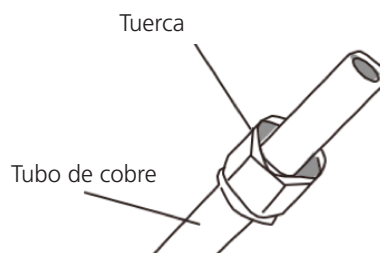

Fig. 6.4
- Colocar tuercas cónicas en ambos extremos del tubo. Asegúrese de que se enfrentan en la dirección correcta, porque no se puede poner en o cambiar su dirección después de la quema. Ver **Fig 6.4**.